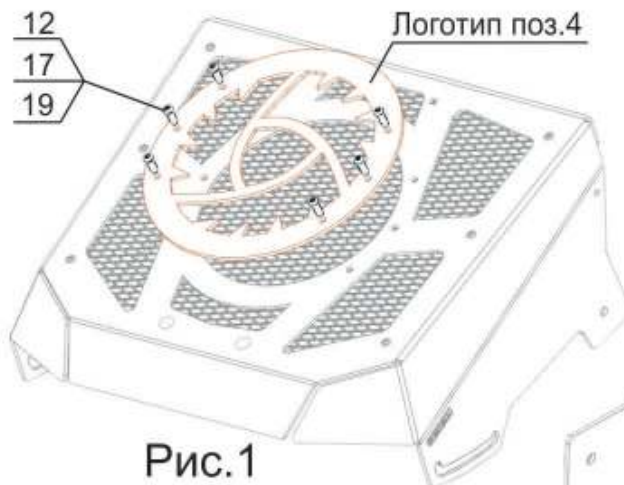

Рис.1
1. Установить логотип поз. 3 на внешнюю сторону выноса, закрепить винтами М6х20 поз. 12, гайками поз. 17, шайбами поз. 19 (рис. 1).